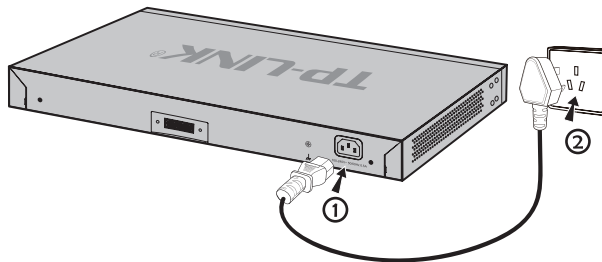

图3-5 电源线连接示意图
- 使用TL-RPS150中配送的直流电源线连接设备和TL-RPS150。如图3-5所示，直流电源线的其中一端插头上标有字母“TOP”，另一端插头上则带有一个定位卡片。请将标有字母“TOP”的一端插到设备的RPS输入接口，而带有定位卡片的一端插入TL-RPS150的直流输出接口。操作时应注意将两端插头中带字母“TOP”和带定位卡片的一面朝上。
① TL-RPS150
② 定位卡片
③ 设备
④ 标有字母“TOP”一端的插头